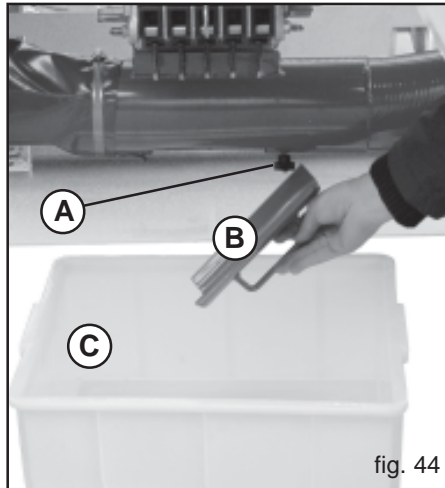
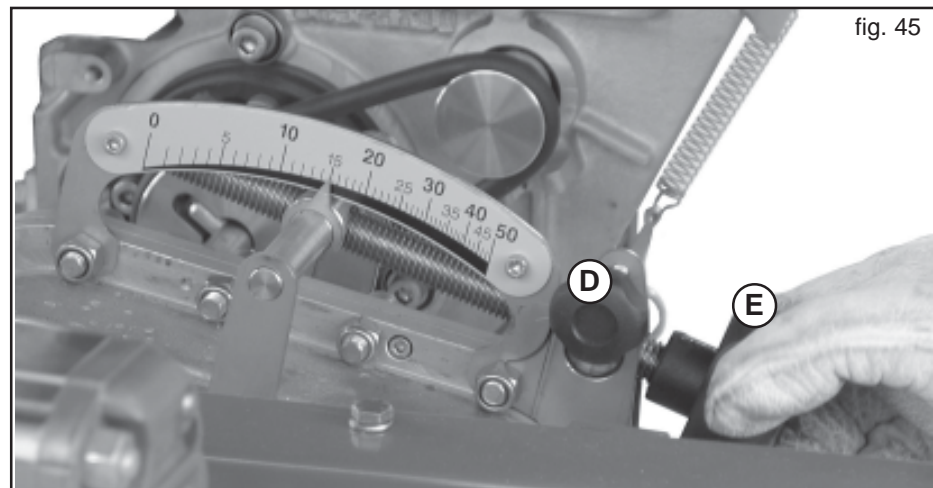

fig. 44
fig. 45
- 2) Desserrer la pommette (A, Fig. 44) et enlever le rideau (B).
- 3) Positionner le bac de semis sous le déchargement (C).
- 4) Desserrer la vis de fixation placée sur le régleur de la boîte de vitesse (D, Fig. 45) puis agir sur la poignée de réglage (E, Fig. 45) pour placer l'indicateur gradué dans la position souhaitée (en fonction de la quantité de produit à distribuer).
- 8) Lorsque l'essai de dosage est effectué avec succès, fixer à nouveau la vis de fixation du régleur de la boîte de vitesse (D, Fig. 45).